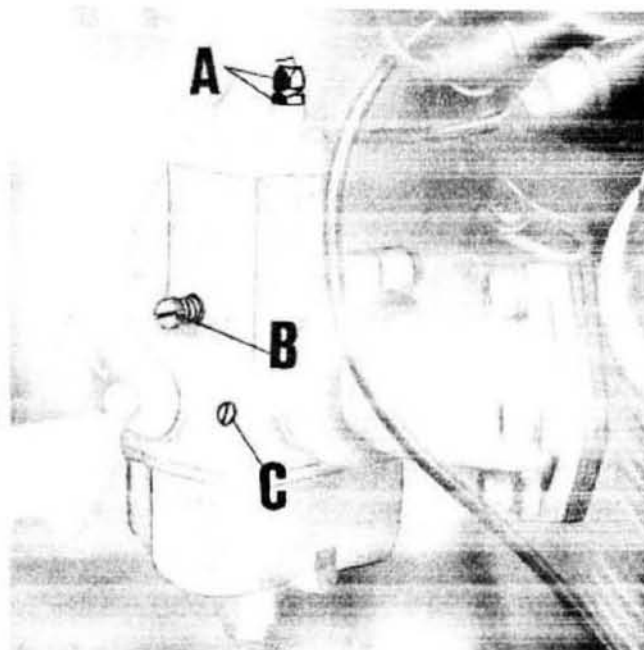

Fig. 78
- 2 - controllare la sincronizzazione delle valvole gas; questa operazione va eseguita con il contenitore filtro e manicotto di collegamento carburatori smontati; mentre si fa ruotare la manopola comando gas, con le dita a contatto delle valvole gas sui carburatori si dovrebbe individuare se le valvole aprono in uguale misura e nel medesimo istante: eventuali differenze di apertura vanno corrette agendo sulla vite tendifilo (vedere A di fig. 78) di un carburatore sino a che, ruotando la manopola gas, si constata la perfetta sincronizzazione di apertura delle valvole gas;
- 3 - regolare il minimo benzina agendo sulla vite C di fig. 78. Svitandola si aumenta l'afflusso
Con motore funzionante a circa 1000 ÷ 1100 giri, staccare la candela da un cilindro e agire sulla vite C di fig. 78 del carburatore del cilindro opposto svitandola o avvitandola in un campo limitato sin tanto che si raggiunge il punto di miglior rendimento e con un leggero aumento di giri.
- 4 - staccare il cavo candela dal cilindro destro, avviare il motore, ed accertarsi che spenga dopo quattro o cinque scoppi; se spegne prima, o dopo, agire sulla vite di regolazione minimo valvola gas (vedere A di fig. 78) fino a che il motore si spe
entro detto numero di giri. Ripetere l'operazione sul cilindro destro staccando il cavo candela dal cilindro sinistro ed avviare il motore; se il cilindro destro è nella normalità il motore deve spegnersi entro quattro o cinque scoppi, altrimenti passare alla regolazione agendo sulla vite (vedere B di fig. 78) come sopra sino a che il motore si spenga entro il medesimo numero di scoppi; riattaccare quindi il cavo alla candela del cilindro sinistro;